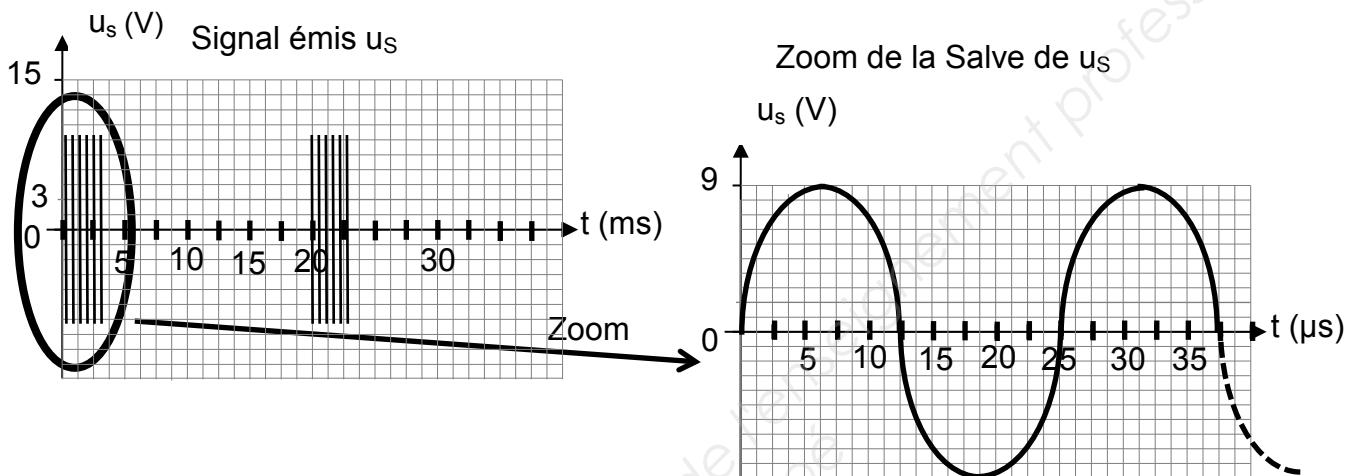
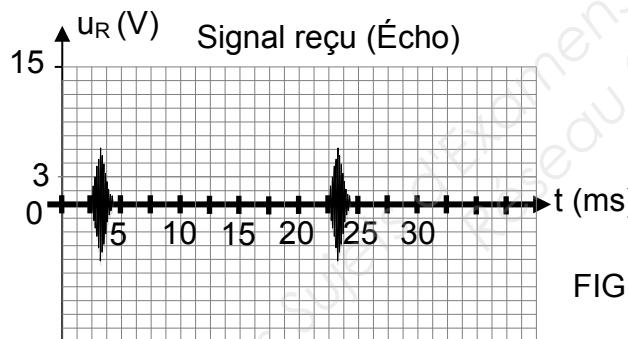

FIGURE 4
FIGURE 5
La détermination d'une distance par la méthode de l'écho est très simple à utiliser. Un premier signal u_s de fréquence f_e est émis et constitué d'une salve de 6 trames sinusoïdales d'ondes ultrasonores (FIGURE 4). La fréquence des ondes est notée f_{us} . Le signal u_s est alors réfléchi par un obstacle. Le signal de retour u_R , appelé écho, est obtenu avec un certain retard correspondant au temps mis par le signal pour réaliser un aller-retour (FIGURE 5).
A.2.1 Déterminer la période T_{us} du signal ultrasonore u_s constituant la salve FIGURE 4.